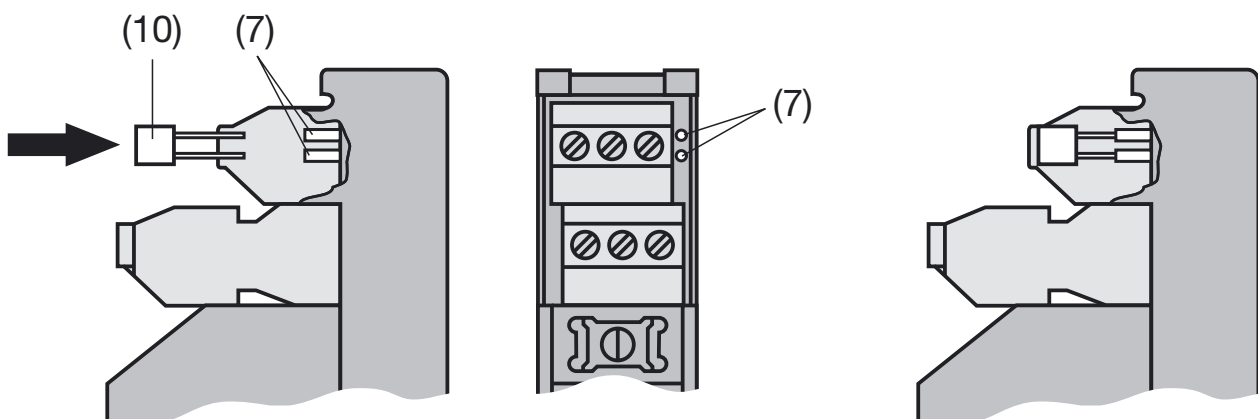

Fig. 7. Résistance de compensation Ni 100 (10) enfichée dans le support d'appareils (7).
Saisir la résistance Ni 100 (10) avec des brucelles adéquates et enficher les fils dans les douilles (7) selon Fig. 7.
² Enficher Ni 100 selon Fig. 7 de ce mode d'emploi.